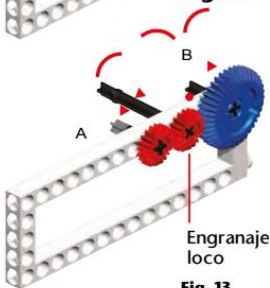

Fig. 13
1. Use dos engranajes 20T, un engranaje 40T, dos ejes pequeños y un eje mediano para montar la estructura de la Fig. 13.